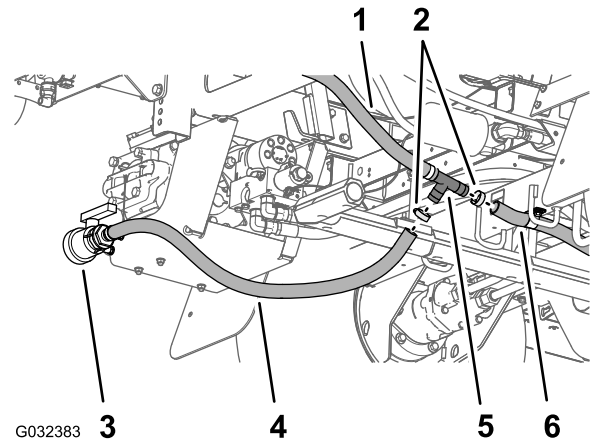
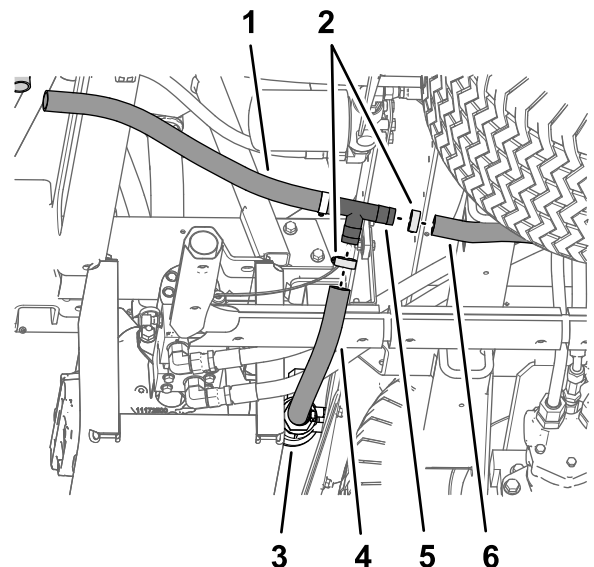

図 42
図 43
4. ドレンバルブのホースとタンク後部ドレンホースをバーブ付き T 字フィッティングに固定しているホースクランプを外す 図 42 と 図 43。
5. 後タンクドレンホースからのドレンバルブのホースから、T 字フィッティングを外す 図 42 と 図 43。